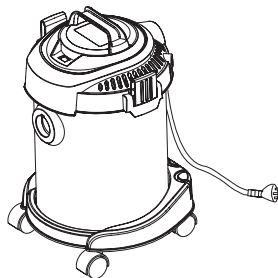

Fig. 14 – Desenrolle la extensión
1. Desenrolle por completo la extensión para evitar el calentamiento excesivo del cable eléctrico. (Fig. 14);